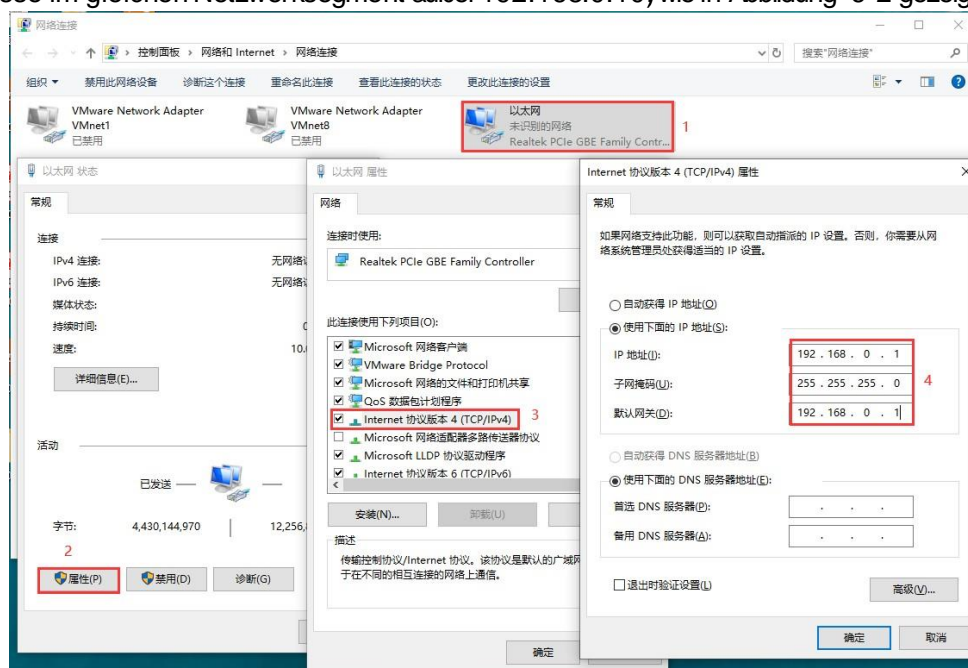

Abbildung 6-2 Firmware-Upgrade-Modus PC-IP-Einstellungsschnittstelle
- (1) (a) Setzen Sie den CFG-Pin beim Einschalten auf low, um in den Upgrade-Firmware-Modus zu gelangen, in dem die RX\_LED und die TX\_LED abwechselnd blinken.
- (2) Setzen Sie die IP-Adresse des Computers auf 192.168.0.1 (oder eine beliebige IP-Adresse im gleichen Netzwerksegment außer 192.168.0.10) wie in Abbildung 6-2 gezeigt.